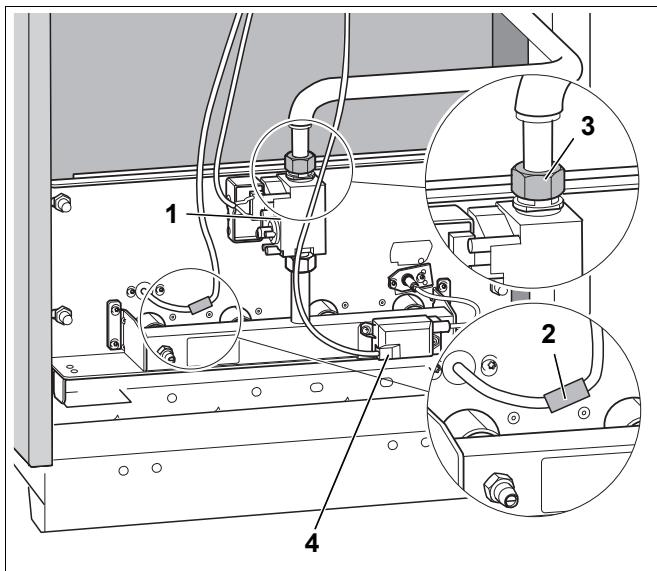

Рис. 37 Демонтаж горелки
- Отсоединить горелку от газовой арматуры в месте резьбового соединения (рис. 37, поз. 3).
- Снять контактный предохранитель (рис. 37, поз. 2) на контролльном кабеле и разъединить штекерное соединение.
- Вынуть штекер запального трансформатора (рис. 37, поз. 4).